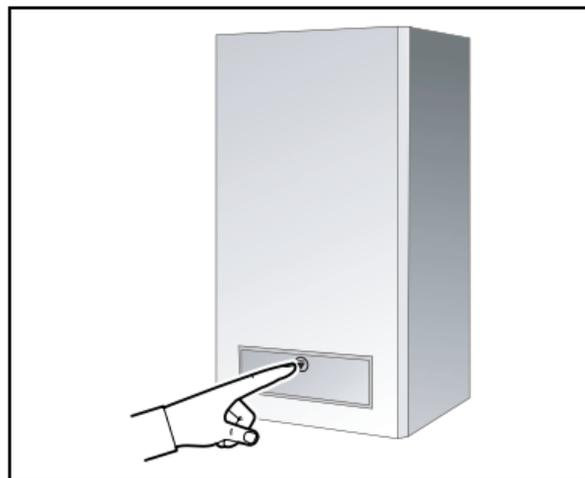

Fig. 7 Apertura dello sportellino
- Aprire lo sportellino sul lato anteriore dell'apparecchio: per sbloccarlo premere nel punto corrispondente posto nella parte alta dello sportellino (fig. 7).
- Aprire lo sportellino sul davanti dell'apparecchio (fig. 7).